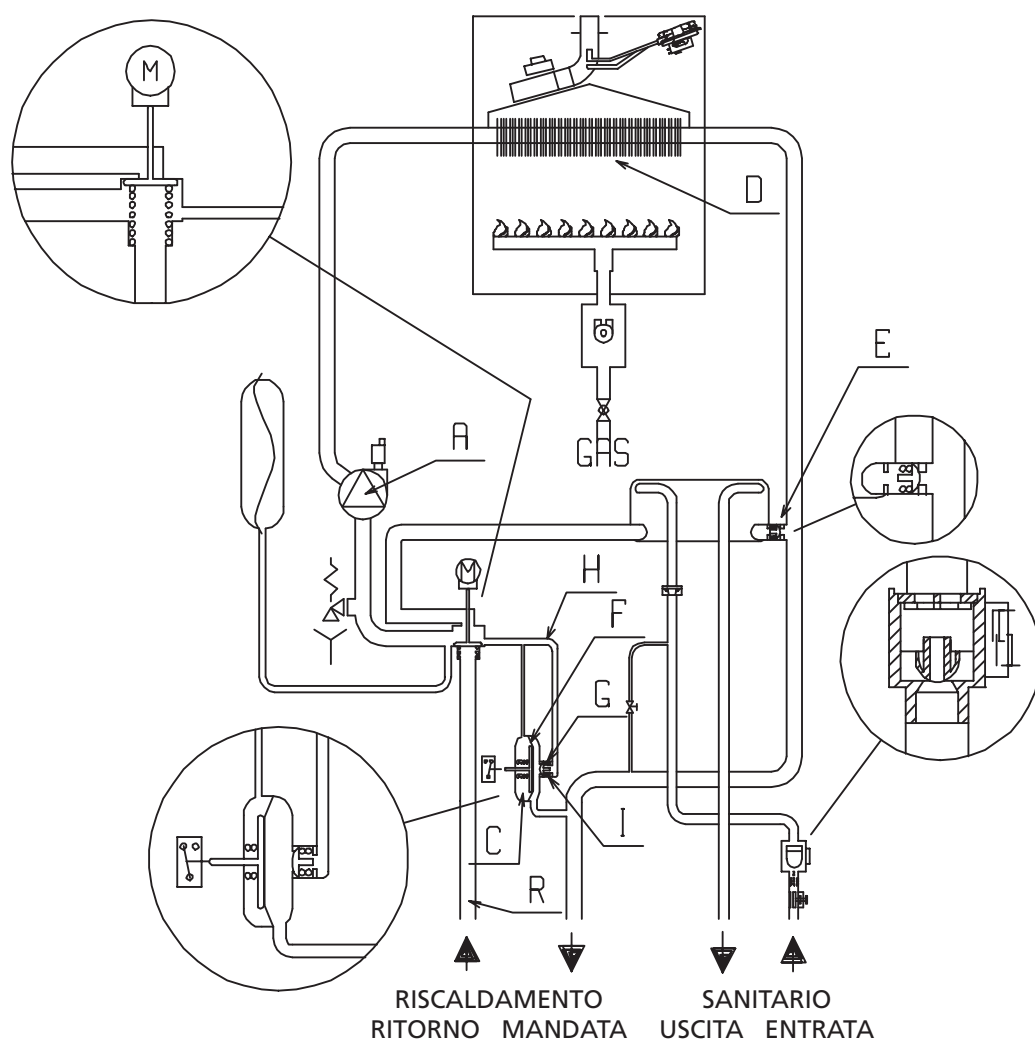

Fig. 3.3
3.3 Principio di funzionamento idraulico in riscaldamento (Fig. 3.3)